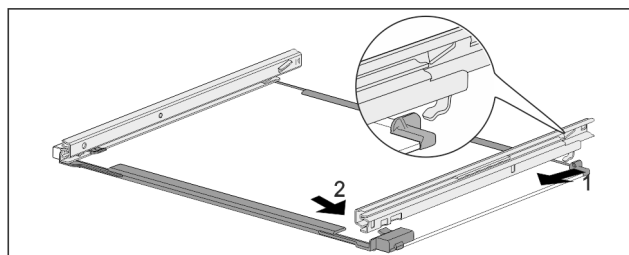

Fig. 158 Стеклянная пластина с направляющими
- ▶ Зацепите направляющую сзади. Fig. 158 (1)
- ▶ Защелкните направляющую спереди. Fig. 158 (2)